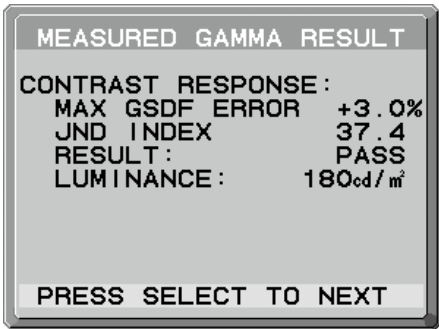

图 D.2
- 4. 出现 GAMMA MEASURED RESULT（伽马测量结果）信息（图 D.2）后。您可使用控制键设置 DATE（日期）和 TIME（时间），然后按 SELECT 键。